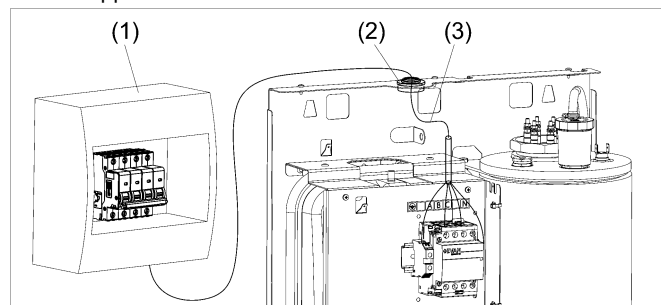

Рисунок 7. Подключение прибора к электросети
(1) Выполните монтаж автоматического выключателя QF в непосредственной близости от прибора и доступным для визуального обзора месте (см. рис. 7);
(2) Установите сальник входящий в комплект поставки в отверстие расположенное сверху прибора;
(3) Выполните монтаж силового кабеля от автоматического выключателя QF к клеммным колодкам через установленный сальник.